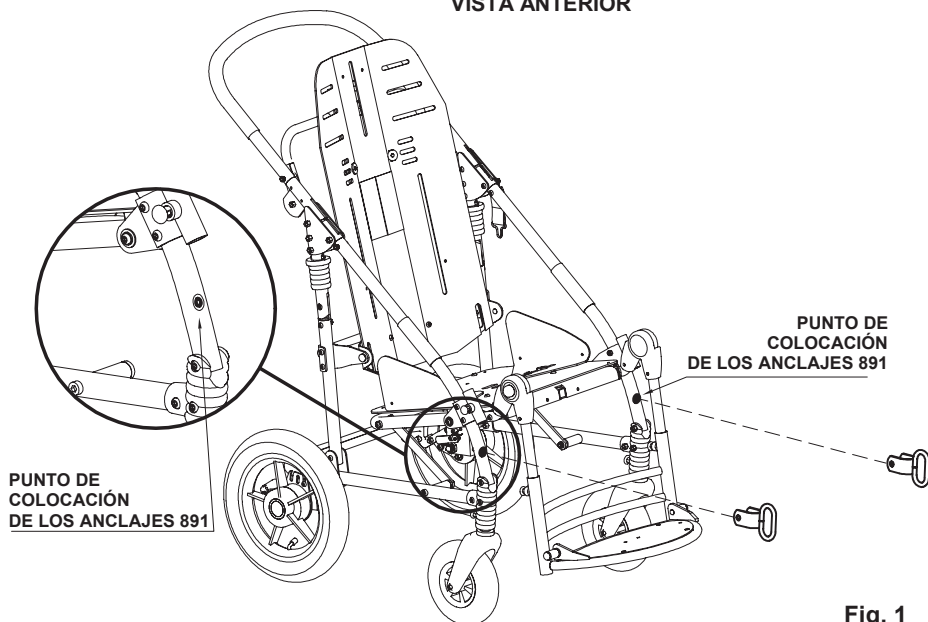
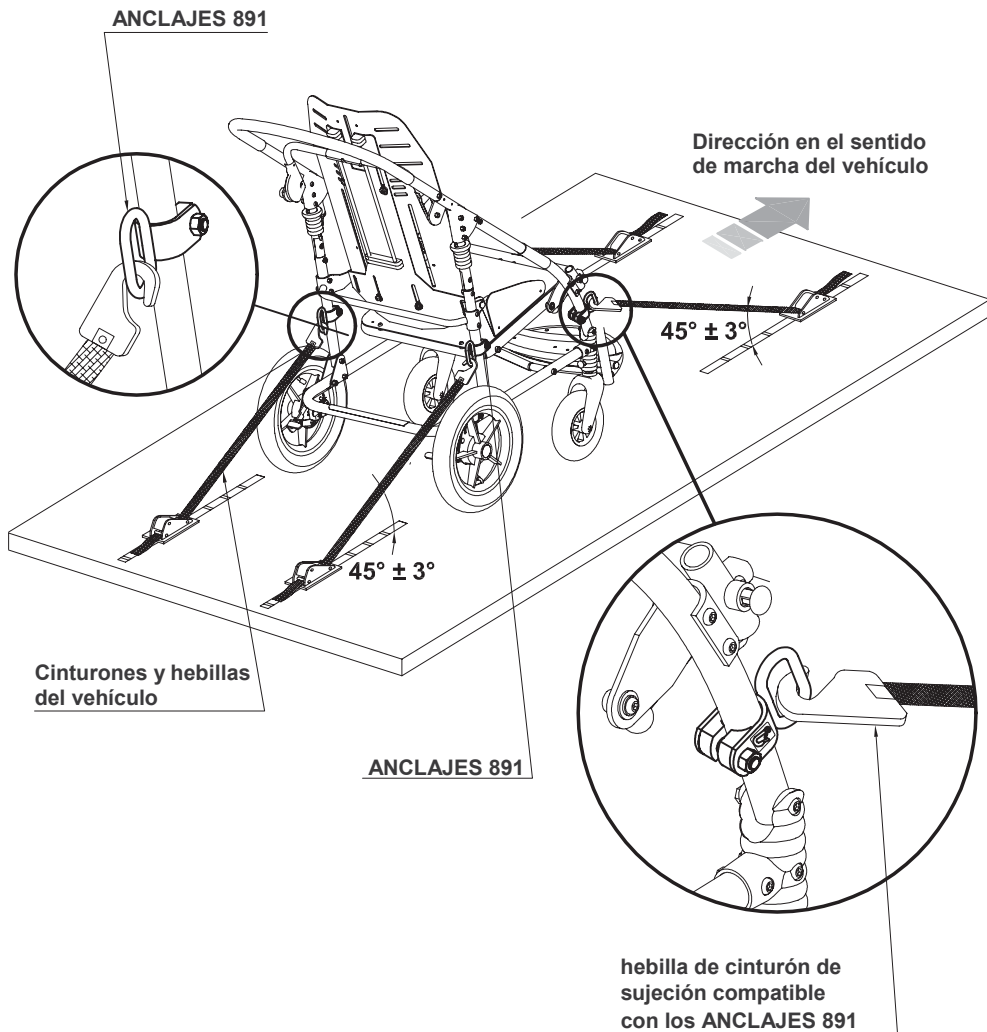

Fig. 1
Fig. 4
- **EL NIÑO SENTADO EN LA SILLA DE PASEO DEBE SER UBICADO EN LA DIRECCIÓN DEL SENTIDO DE MARCHA DEL VEHÍCULO EN MOVIMIENTO** (ver fig. 4 pág.12). De acuerdo al apartado 6.3.4 de la norma ISO 7176-19, la conformidad con la norma no impide, sin embargo, poder usar la silla de paseo en la dirección opuesta a la marcha, en los grandes vehículos equipados con espacios para esta finalidad específica
- **EL VEHÍCULO DEBE SER APTO PARA EL TRANSPORTE DE SILLAS DE RUEDAS/SILLAS DE PASEO ORTOPÉDICAS DE CONFORMIDAD CON LA NORMA ANSI/RESNA WC/Vol.1 – Sección 19** (ver fig. 4 pág. 12)
- **LA SILLA DE PASEO DEBE SUJETARSE AL VEHÍCULO CON EL RESPALDO Y EL APOYAPIERNAS EN POSICIÓN VERTICAL** mediante: 1) un sistema de cinturones de sujeción de 4 puntos conforme con la norma SAE J2249 o ISO 10542-2 suministrado con el vehículo (ver fig.4 pág. 12) y 2) el accesorio 891 – ANCLAJES (4 anillos) (ver fig. 1 y 2 pág.10, fig. 3 pág. 11 y fig.4 pág.12)